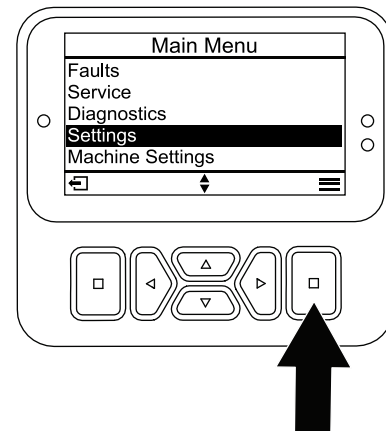

Figura 24
1. En el menú PRINCIPAL, vaya al menú SETTINGS (Ajustes) y pulse el botón de selección (Figura 24).